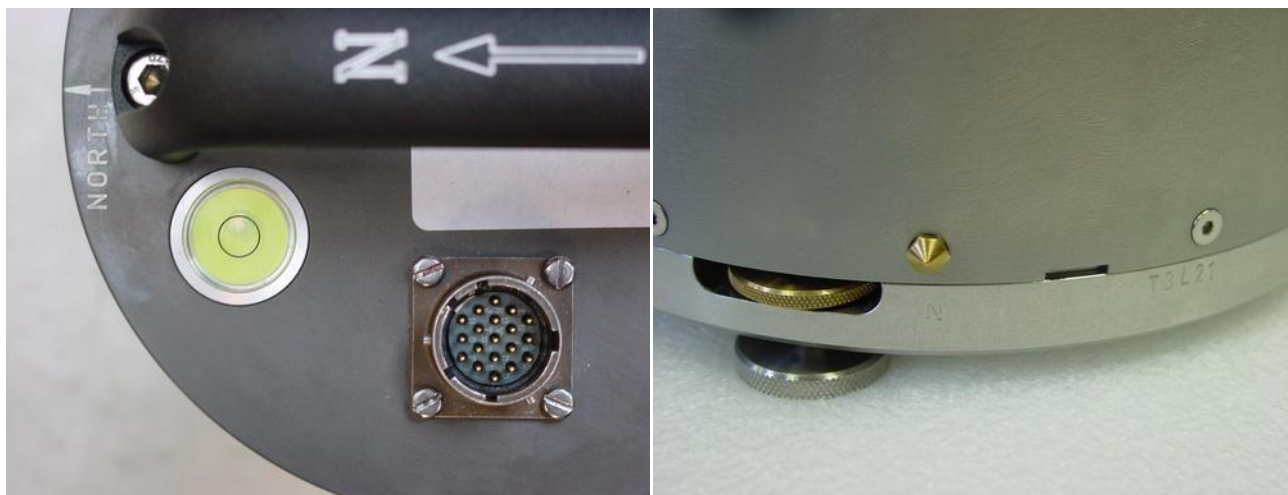

Рис. 2-2 Вид CMG-6TD сверху и сбоку
- ручку для переноса датчика с нанесенным направлением "North" – "Север" (см. Рис. 2-2),
- 19-контактный раем типа "mil-spec" на корпусе датчика для подключения питания, данных, GPS- приемника (Рис. 2-2);